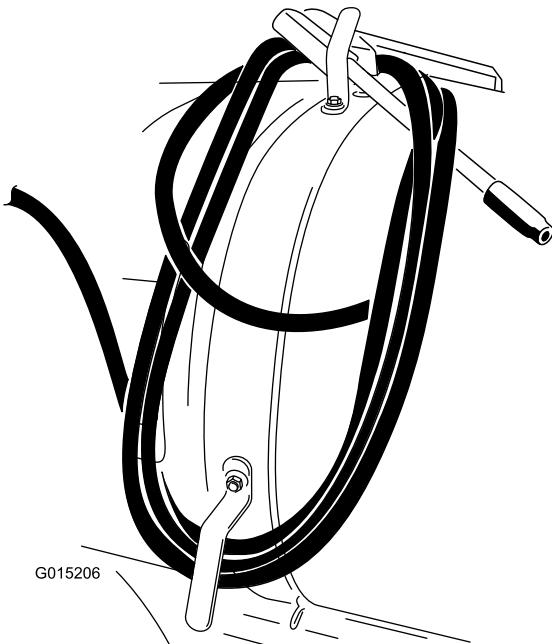

Figure 12
- Enroulez le flexible sur les crochets de la cuve et fixez le pistolet comme illustré à la Figure 12.